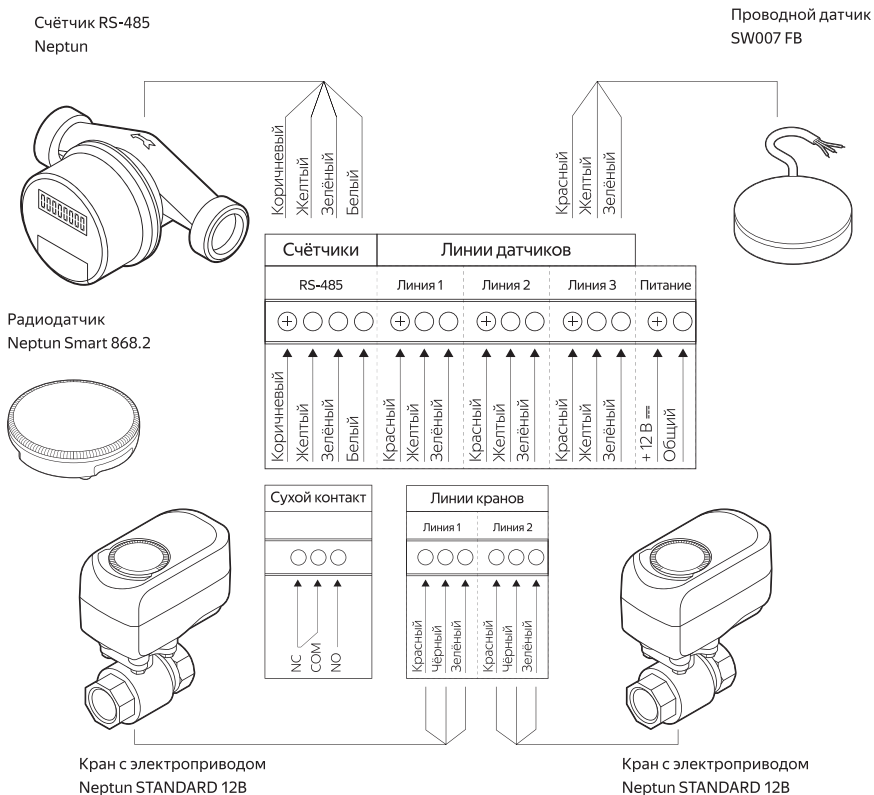

Рисунок 6.
- 2 Подключите счётчики к модулю управления согласно схеме подключения (рисунок 6).